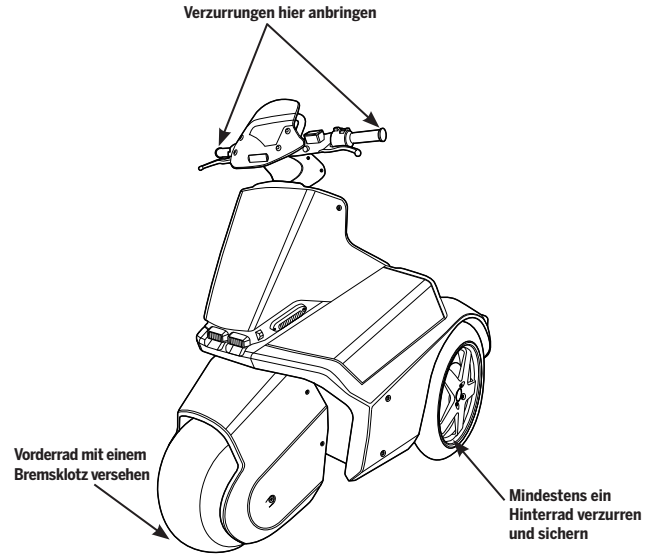

Abbildung 46: Sicherung des SE-3 Patroller zum Transport
4. Bringen Sie Verzurrungen auf beiden Seiten des Lenkers und an mindestens einem Hinterrad an (**Abbildung 46**).